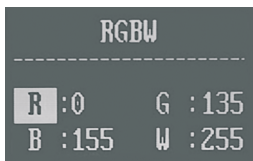

Рис.4
**RGBW Dimming** –вызывает окно непосредственной раздельной регулировки интенсивности каждой из групп светодиодов (R/G/B/W) вида (Рис. 4). Выбор группы – вращением валкодера **COLOR**, настройка значения – вращением валкодера **INTENSITY**.